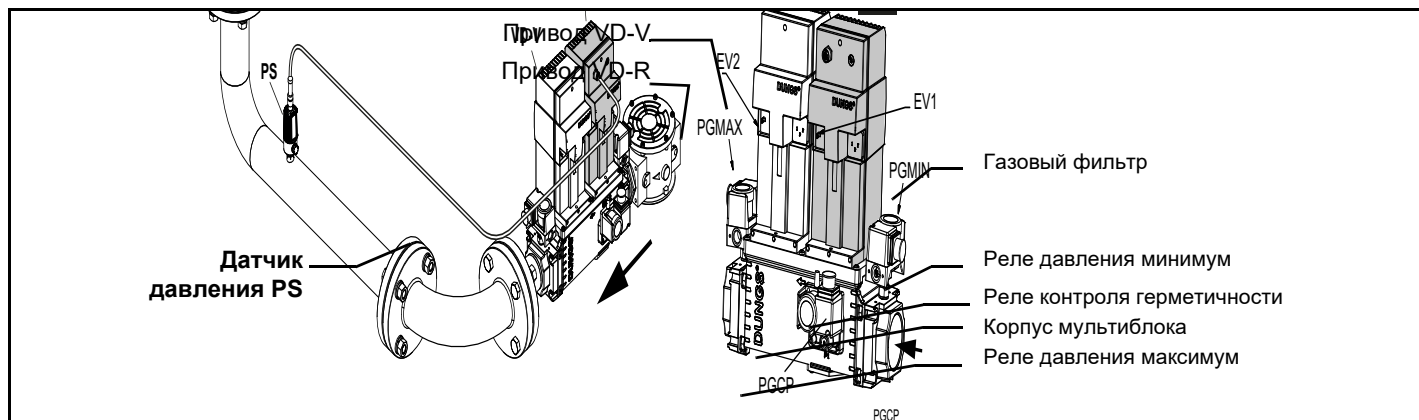

Рис. 5 - Пример газовой рампы
**ВНИМАНИЕ:** после монтажа газовой рампы согласно схеме на Рис. 5, необходимо провести тестирование на герметичность газового контура, согласно требований действующих нормативов.
- 1 - б) при фланцевых соединениях: между соседними компонентами устанавливать прокладку (1A..1E - Рис. 5), совместимую с используемым газом,